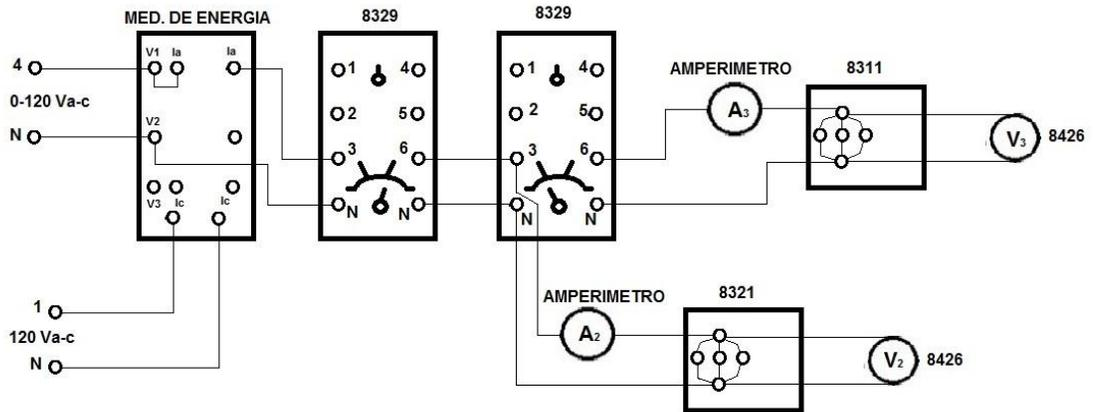

Figura 7.1
- 2) Conecte el circuito ilustrado en la figura 7.1, utilizando todos los módulos necesarios